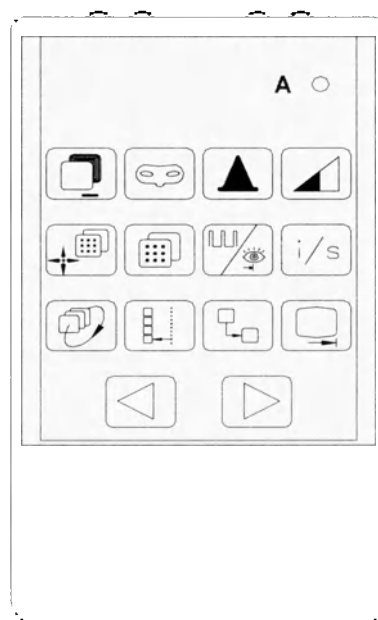

Рисунок 30
7.4.19 Инфракрасный пульт дистанционного управления (см. рисунок 30) предназначен для дистанционного управления работой аппарата.